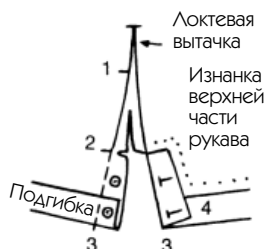
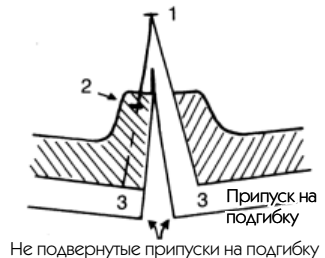

Рис. 382
Рис. 383
1. Вне зависимости от того, расположен разрез на локтевой вытачке или на настоящем локтевом шве, закончите строчку перед разрезом (точка 1, рис. 382). Пока что воздержитесь от стачивания другого шва, чтобы позволить рукаву лечь плашмя в целях облегчения работы.
2. На локтевом шве (или локтевой вытачке, как на примере) пометьте длину разреза (точка 2, рис. 382).
— Затем отогните припуски на локтевой шов, как показано на рис. 382 (точка 4), при этом локтевая вытачка должна быть предварительно надсечена (см. пример).
Примечание. Этот способ обхождения угла необходим, чтобы сделать первую петлю (см. ее месторасположение на рис. 382), но при наличии обычной декоративной застежки без петель угол будет выполняться, как объяснялось для рис. 380.
— Она делается по ширине шва, которая будет равняться примерно 2,5 см (рис. 382). Аккуратно обметайте ее и подгибку.
— Из бортовки со степенью жесткости, подходящей к ткани, вырежьте (см. заштрихованную часть и точки 2 и 3 на рис. 383) кусок для каждой части рукава, расположив по косой нити нижний срез рукава. Прокладка должна выходить за пределы подгибки и загиба более чем на 1 см (см. маленький пунктир на рис. 382 и те же точки 2 и 3).
Планка, на которой пришиваются пуговицы, должна быть выполнена, как показано в предыдущем разделе (рис. 382).